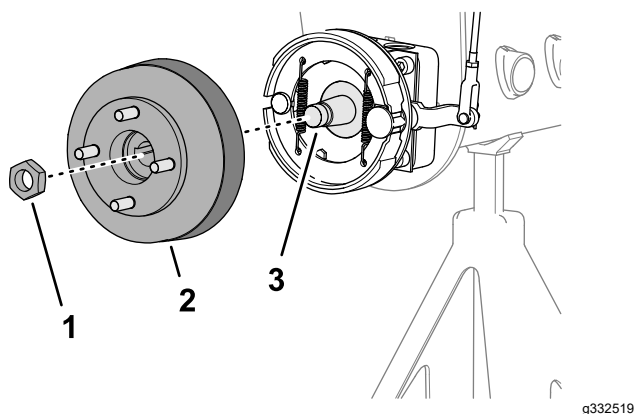
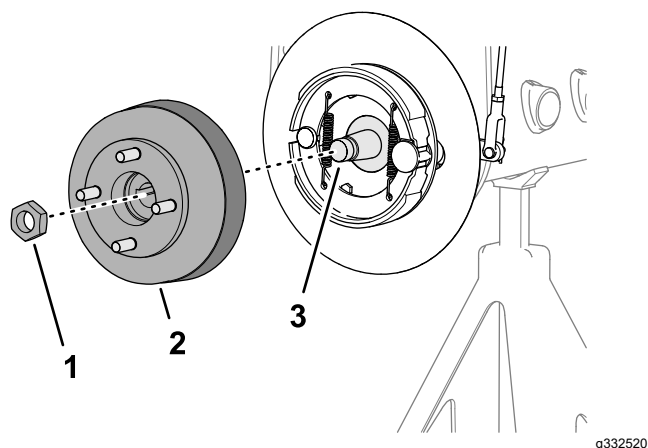

Figure 65
Figure 66
1. Retirez les contre-écrous qui fixent le moyeu sur l'arbre du moteur de roue (Figure 65 ou Figure 66).
4. Utilisez l'extracteur de moyeu de roue spécifié pour déposer le moyeu de roue et le tambour de frein de l'arbre du moteur de roue (Figure 65 ou Figure 66).